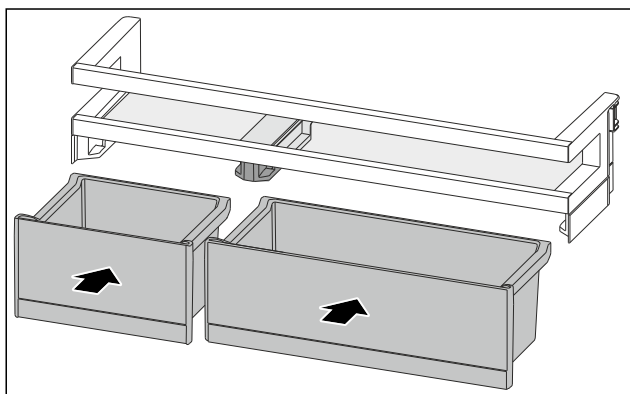

Fig. 225
- Inserire i VarioBox in posizione scambiata. (vedere Fig. 225)